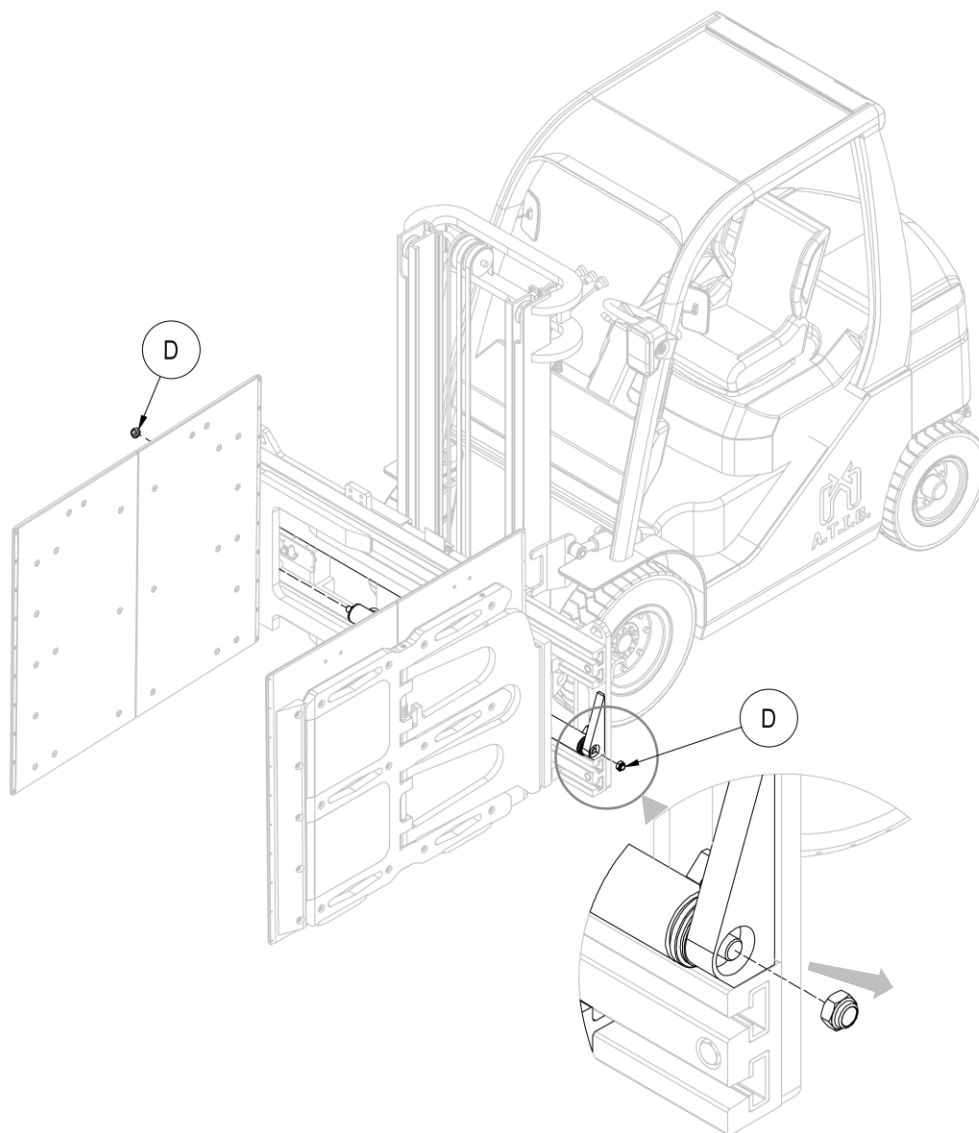

Figure 92
7. Retirer les écrous **D** qui raccordent les vérins à la structure de l'équipement et retirer les vérins en prenant soin de ne pas les endommager (voir Figure 92).